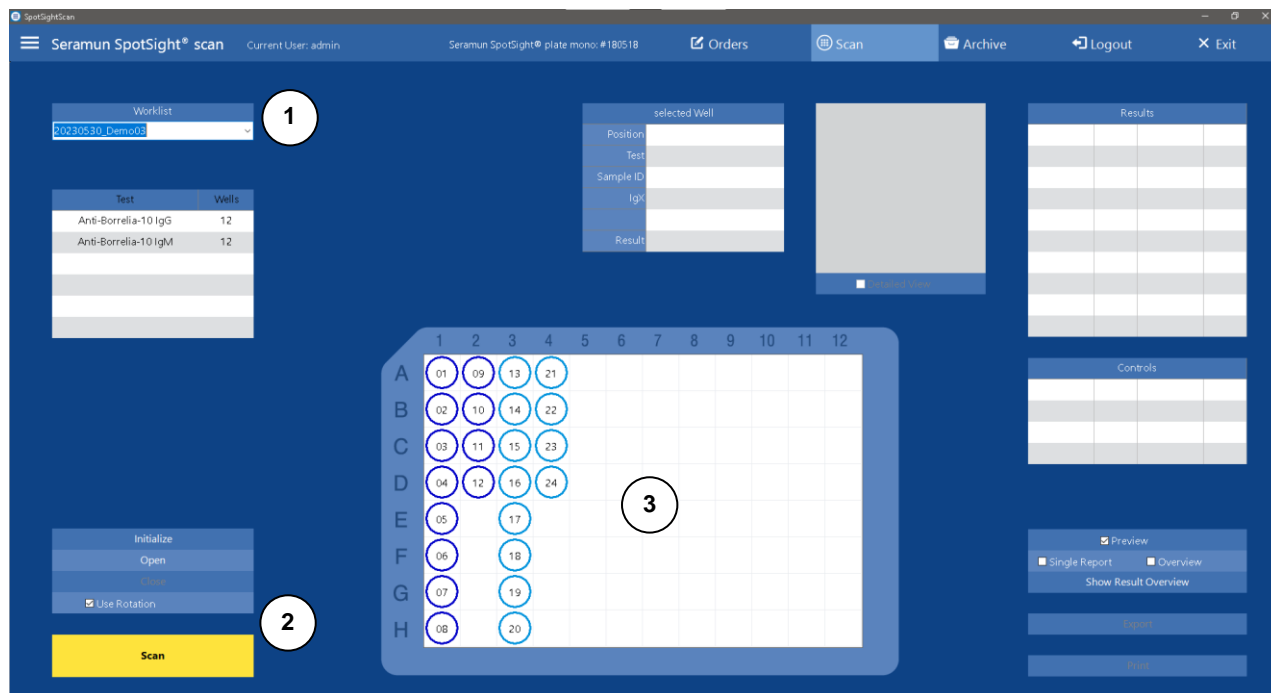

Abbildung 7: Seite Scannen (Seramun SpotSight® plate mono)
Auf der Seite Scannen (Abbildung 7) erfolgt die Bilderfassung, die Analyse und die Ausgabe der Ergebnisse der entwickelten SeraSpot® Teste entsprechend der erstellten Arbeitslisten.
- *Select Worklist* (Arbeitsliste wählen) – (Abbildung 7 ①) Auswahl einer offenen Arbeitsliste
Die Tabelle darunter zeigt an, welche Teste mit welcher Anzahl Anforderungen Teil der Arbeitsliste sind. Die Übersicht mittig (Abbildung 7 ③) zeigt mittels Farbringen (Testkodierung) die Anordnung der Teste auf der Mikrotiterplatte sowie die laufende Nummer der Anforderungen an. Die Anordnung der farblich markierten Wells und Streifen auf der zu verarbeitenden Mikrotiterplatte, muss der Abbildung entsprechen.
Unten links finden sich Bedienelemente zur Steuerung des Gerätes (Abbildung 7 ②)